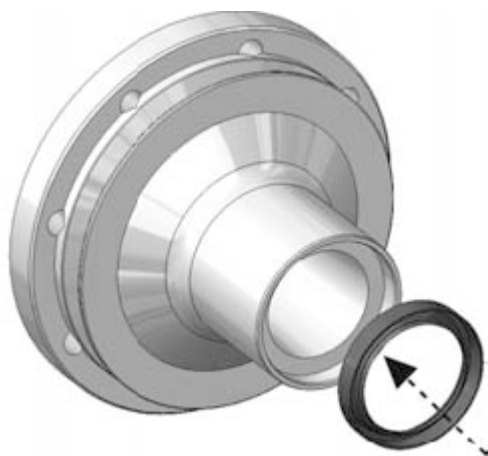

Figura 26. Montaggio dell'anello di tenuta
4. Se necessario montare un nuovo anello di tenuta sulla flangia (figura 26).